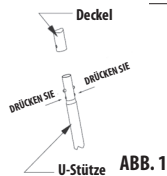

ABB. 1
- (iii) Nehmen Sie vier U-Stützen und legen Sie sie in die Durchgänge in den Querbändern ein (siehe **Abbildung 3**). Bestücken Sie beide oberen U-Stützen mit den Deckeln (siehe **Abbildung 1**) - vor dem Einsetzen drücken Sie die Sicherungen an der U-Stütze und drehen Sie den Deckel in jene Lage, in welcher die Sicherung der Verbindung erfolgt.